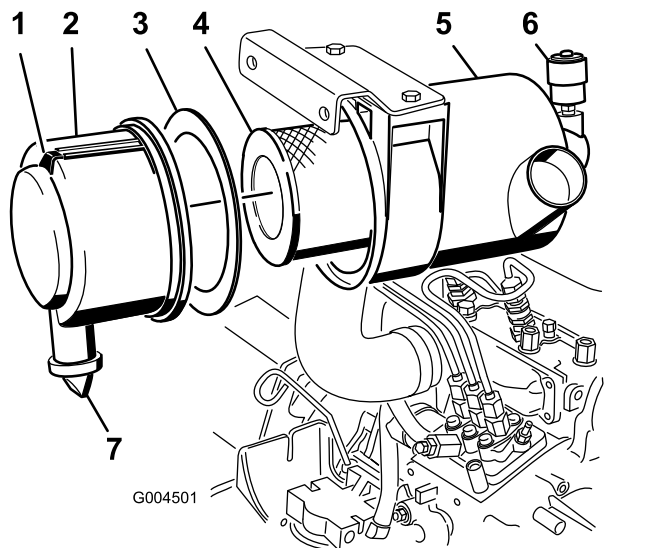

Figura 35
3. Revise el filtro del limpiador de aire cuando el indicador del limpiador de aire se vea rojo o cada 400 horas y con más frecuencia en condiciones extremas de polvo o suciedad (Figura 35).